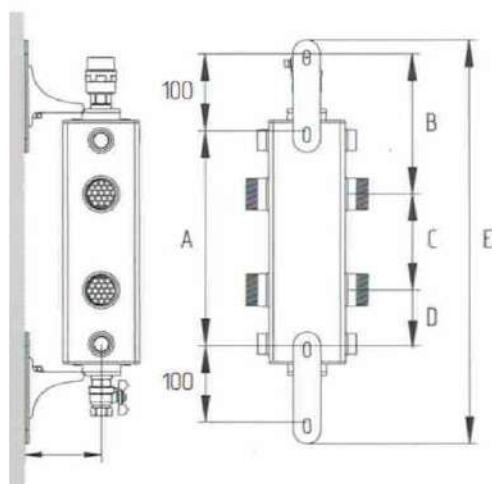

Рис.3. Монтажные размеры гидравлических разделителей с использованием настенных кранштейнов GIDRUSS K.TGR, K.GR-150, K.GR-250
III. ГАБАРИТНЫЕ РАЗМЕРЫ (см. рис.3.) И МАССА
- 5) Для надежного крепления гидравлических разделителей и использования их в качестве монтажной базы для монтажа прочих элементов обвязки котельной (кранов, коллекторов, насосов и прочее) рекомендуем применять монтажные элементы GIDRUSS в соответствии с разделом IV таблицы 1. Разметку монтажных отверстий на стене необходимо производить в соответствии с рис.3 и таблицей 2.